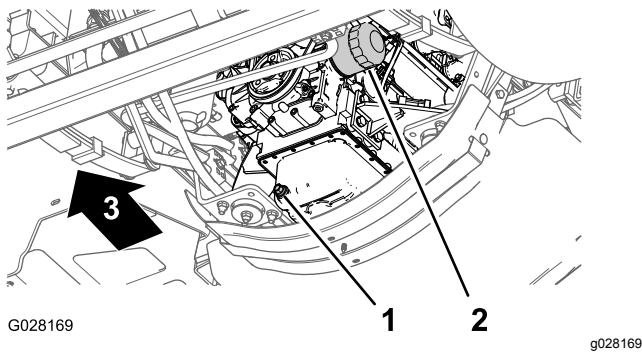

Figure 71
3. Placez un bac de vidange sous le filtre à huile moteur (Figure 71).
4. Retirez le filtre à huile usagé (Figure 71).
8. Posez le filtre à huile sur l'adaptateur et vissez le filtre dans le sens horaire jusqu'à ce que le joint en caoutchouc touche l'adaptateur, puis serrez encore le filtre d'un demi-tour (Figure 71).
1. Placez un bac de vidange sous le bouchon de vidange (Figure 71).
2. Enlevez le bouchon de vidange pour permettre à toute l'huile de s'écouler (Figure 71).